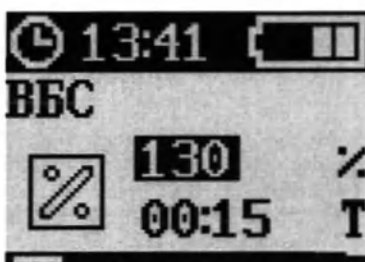

Рисунок 126 – Экран «ВБС» (процент ВБС)
4. Кнопками «ВВЕРХ» и (или) «ВНИЗ» установить необходимый процент ВБС (рисунок 126). При установке значений от 0 до 90 текущая базальная скорость будет уменьшена. При установке значений от 110 до 250 текущая базальная скорость будет увеличена.